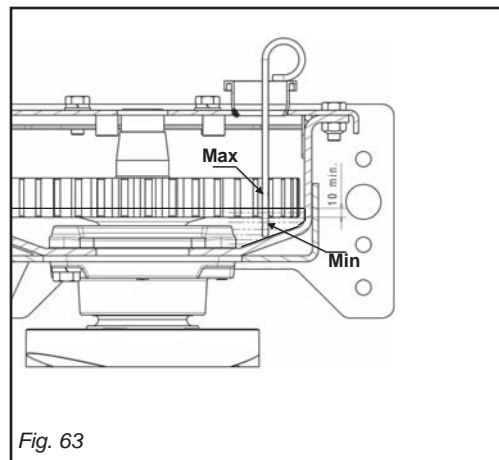

Fig. 63
- Per verificare il livello dell'olio nella vasca ingranaggi, svitare il tappo di carico (3 Fig. 65), e usando l'apposita astina in dotazione controllare che il livello risulti compreso tra le due tacche di riferimento (Fig. 63). Eventualmente rabboccare.
- To check the oil level in the gear reservoir, unscrew the fill plug (3 Fig. 65) and use the supplied dipstick to make sure that the level is between the two reference marks (Fig. 63). Top up if necessary.
- Pour vérifier le niveau de l'huile dans le carter des engrenages, dévisser le bouchon de vidange (3 Fig. 65), et en utilisant la jauge fournie, contrôler que le niveau se trouve entre les deux repères (Fig. 63).
- Um den Ölstand im Getriebekasten zu prüfen, den Öleinfüllstopfen (3 Abb. 65) losdrehen und unter Benutzung des Ölmesstabes prüfen, ob der Ölstand zwischen den beiden Bezugskerben liegt (Abb. 63). Eventuell Öl nachfüllen.
- Para controlar el nivel del aceite en el contenedor engranajes, desenroscar el tapón de carga (3 Fig. 65), y utilizando la respectiva varilla de serie controlar que el nivel esté comprendido entre las dos muescas de referencia (Fig. 63). Si es necesario abastecer.